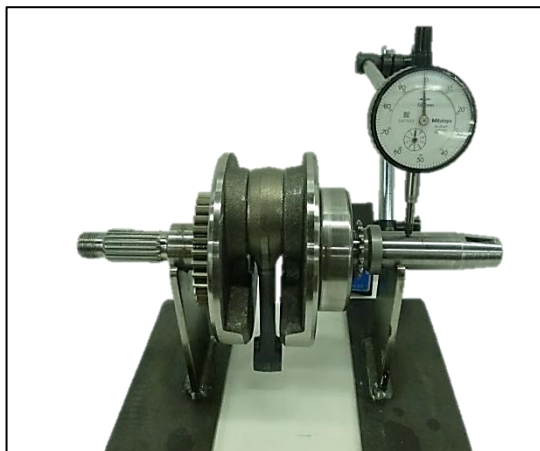

Fig. 07
Coloque el cigüeñal sobre dos bloques en (V) total mente simétricos y en una base totalmente plana se procede a medir la excentricidad utilizando un comparador de caratula **Fig. 07**